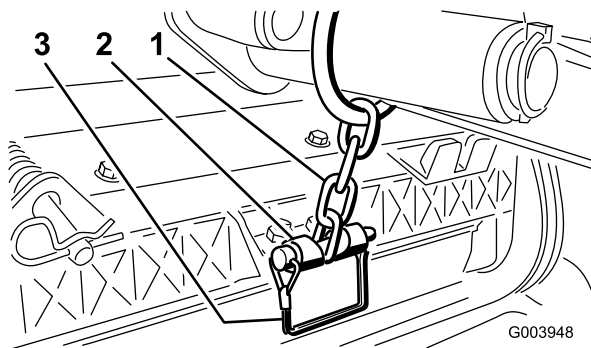

Figura 13
12. Prenda a corrente do braço de elevação ao suporte da corrente com o pino de encaixe (Figura 13). Utilize o número de elos da corrente conforme descrito no *Manual do utilizador* da unidade de corte.